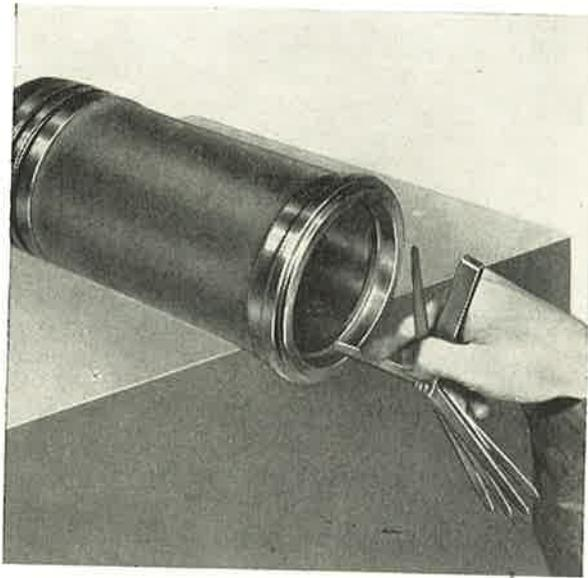

Abb. 74
- b) Das Kolbenschlitzspiel überprüfen (Abb. 74). Es darf bei einem abgenutzten Kolbenring 2,5 mm nicht überschreiten. Gebrochene Kolbenringe auswechseln (Abb. 75).